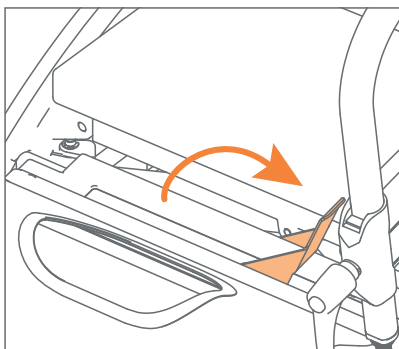

Figure 49: Décrocher le kit chaise roulante.
- a. Tirez sans exercer de force le levier rouge vers le haut. Cela provoque le retrait des boulons de fixation. C'est le déverrouillage (**Figure 49**).